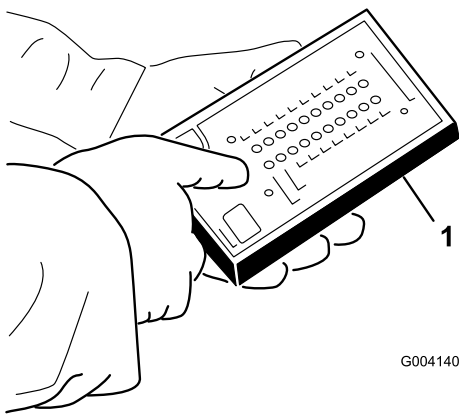

Bild 31
3. Schließen Sie den Stecker der ACE-Diagnoseanzeige an den Kabelbaum an (Bild 31). Stellen Sie sicher, dass sich der richtige Overlayaufkleber auf der ACE-Diagnoseanzeige befindet.